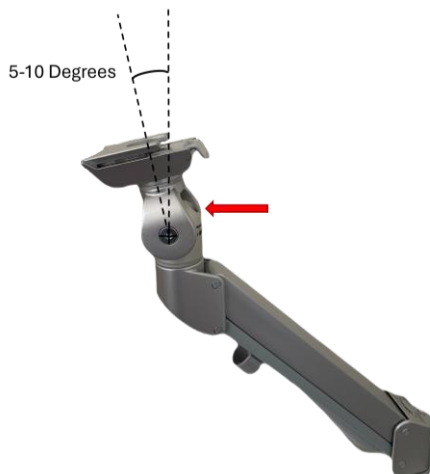

Figura 7 – Regolare l'orientamento del connettore VESA
2. **Regolare l'orientamento del connettore VESA** come mostrato in Figura 7, allentando il bullone (indicato dalla freccia) con la chiave esagonale inclusa nella confezione. Modificare l'orientamento in modo che sia compreso tra 5 e 10 gradi, come mostrato nella Figura 7, quindi serrare nuovamente il bullone.